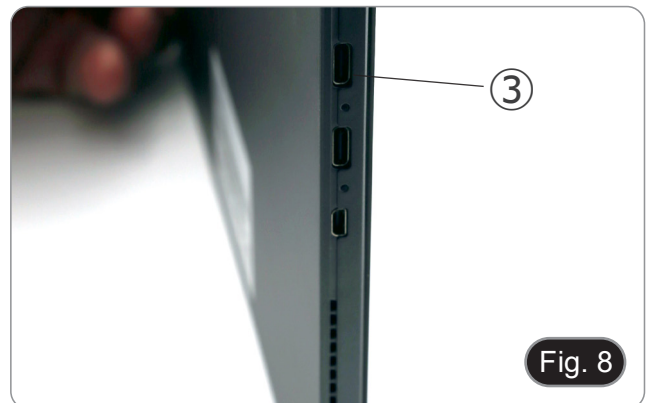

Fig. 8
6. Schließen Sie das Netzkabel über den USB-C-Anschluss ③ an den PC der Digitalbildverarbeitungseinheit an, um den Akku aufzuladen. (Fig. 8)